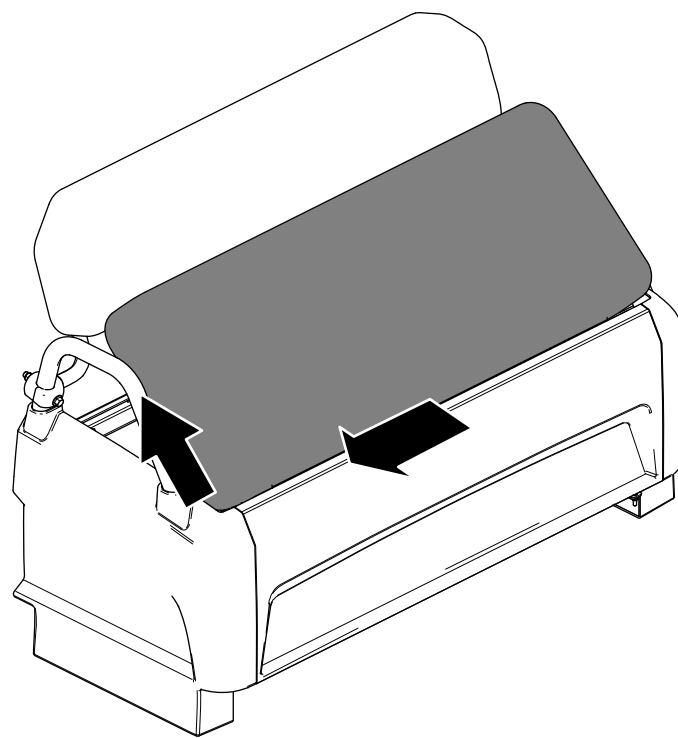

Figure 29
2. Faites glisser le coussin sur le côté pour le dégager des goupilles, puis soulevez-le (Figure 29).